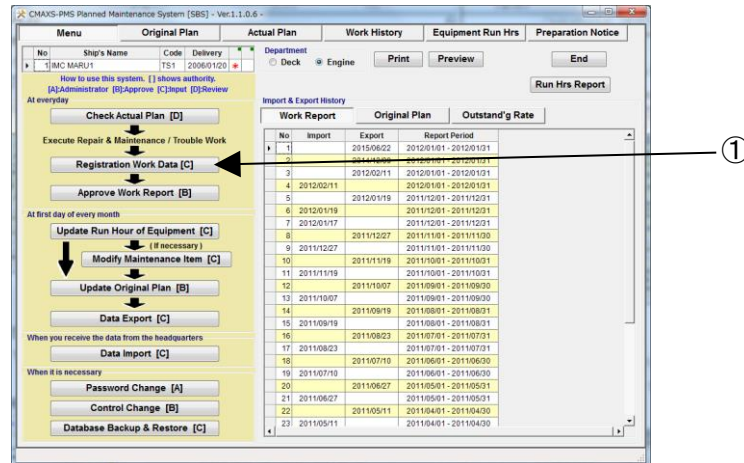

図 6-1 Menu 画面
(1) “Menu”画面で(図 6-1)、[Input Work Report]ボタンをクリックしてください。